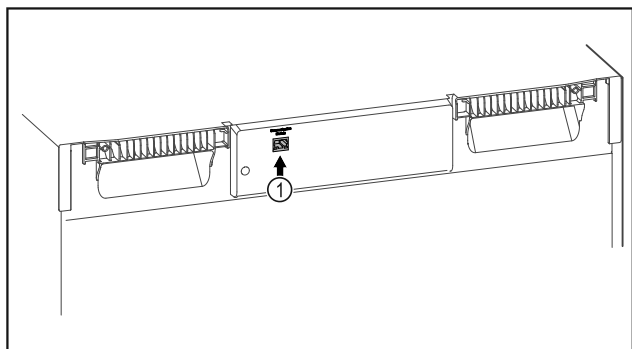

Fig. 86
- ☐ SmartModule Fig. 86 (1) je nasadený.